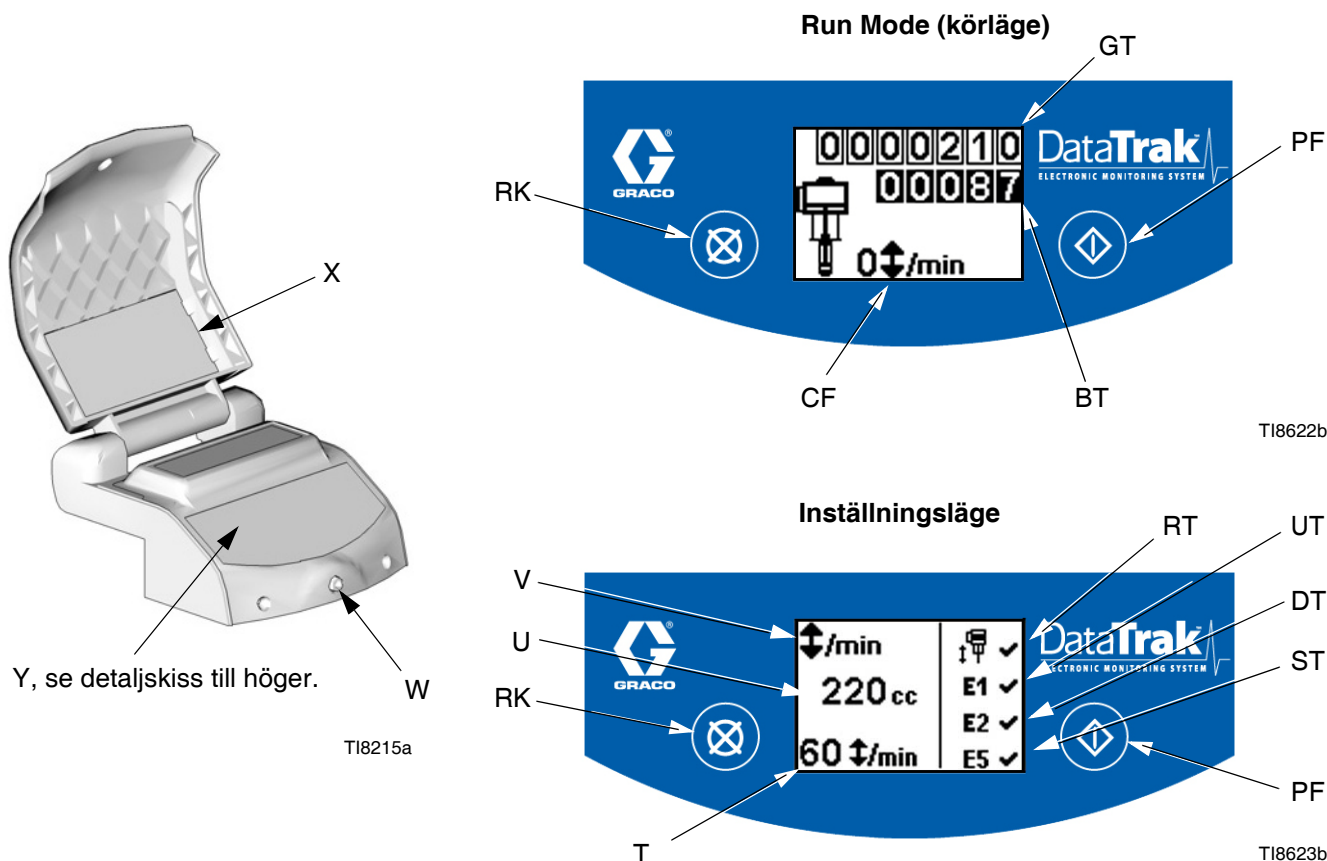

FIG. 3. Reglage och indikatorlampor på DataTrak
Beteckningar i FIG. 3
1. Se FIG. 3. Tryck och håll inne  i fem sekunder tills inställningsmenyn visas.
När rusningsbegränsningen och felalternativen E1, E2 och E5 är aktiverade visas ✓ på inställningsbilden. Se FIG. 3.
1. Se FIG. 3. Om pumpen rusar aktiveras rusningsventilen och pumpen stoppas. Lysdioden (W) blinkar och på displayen (Y) visas att pumpen rusat (se Tabell 1).
2. Stäng huvudluftkranen (B) för att återställa rusningsbevakningen. Vänta tills luften släppts ut helt innan du fortsätter med steg 3. Bilden ändras till den nedan som indikering på detta.
4. Öppna huvudluftkranen (B) så att pumpen startar.
Gå in i inställningsläge och ställ in rusningsvärdet 0 (noll) eller växla (RT) till av  (se FIG. 3).
1. Se FIG. 3. Tänd displayen med någon knapp och tryck sedan på . Symbolen för luftning/remspolning visas
Se FIG. 3. Sista siffran på satssummeraren (BT) anger tiondels gallon eller liter. Tänd displayen med någon knapp och tryck sedan på  i 3 sekunder så nollställs räknaren.
Se FIG. 3. Displayen (Y) släcks efter 1 minut i driftläge och 3 minuter i inställningsläge om ingen aktivitet förekommer. Tryck på någon knapp så att displayen tänds.
DataTrak upptäcker många olika problem med pumpen. När övervakningen upptäcker ett fel blinkar lysdioden (W, FIG. 3) och en felkod visas på displayen. Se Tabell 1.